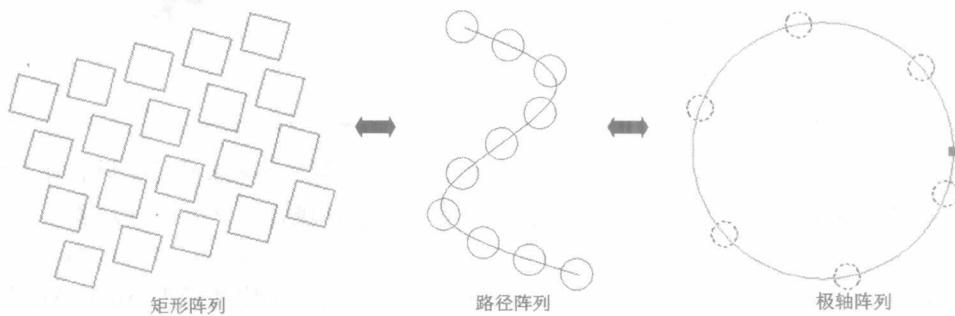

图 1-1 阵列的类型
(1) 模型文档。从不同的三维模型创建图形。
(2) 关联阵列。创建以阵列模式排列的对象的副本。其阵列有矩形、极轴、路径三种类型，如图 1-1 所示。